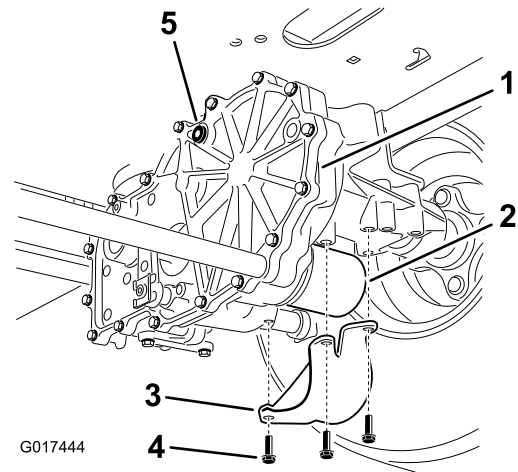

Figure 69
2. Localisez le filtre et les protections sur chaque transmission de la boîte-pont (Figure 69).
3. Retirez les trois vis qui fixent la protection du filtre et déposez la protection (Figure 69).